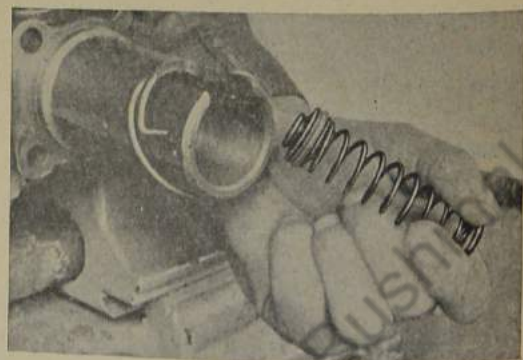

Bild 805: **Bodenventil mit Druckfeder aus dem Zylinder herausnehmen**
3. Bodenventil mit Druckfeder aus dem Hauptzylinder-Einsatz herausnehmen (Bild 805) und Bodenventil von der Druckfeder abheben.